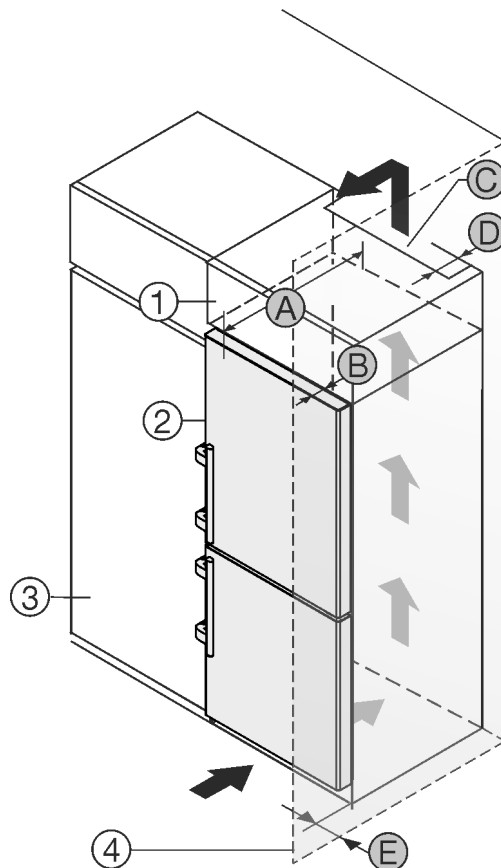

Fig. 2
- (1) Nadstavná skriňa\*
- (2) Zariadenie\*
- (3) Kuchynská skriňa\*
- (4) Stena\*
- (A) Hĺbka zariadenia\*
- (B) Hĺbka dverí\*
- (C) Prierez vetracieho otvoru\*
- (D) Vzdialenosť zadnej strany zariadenia\*
- (E) Vzdialenosť od boku zariadenia\*
Zariadenie môžete inštalovať priamo vedľa kuchynskej skrine *Fig. 2 (3)*.\*
Na zadnej strane nadstavnej skrine musí byť vetracia šachta s hĺbkou *Fig. 2 (D)* cez celú šírku nadstavnej skrine.\*
Pod stropom miestnosti sa musí dodržať prierez vetracieho otvoru *Fig. 2 (C)*.\*
Ak zariadenie nainštalujete so závesmi vedľa steny *Fig. 2 (4)*, tak vzdialenosť medzi zariadením a stenou musí byť minimálne 57 mm. To zodpovedá presahu držadla pri otvorených dverách.\*
Aby ste mohli dvere úplne otvoriť, zariadenie musí vyčnievať o hĺbku dverí *Fig. 2 (B)* prednej časti kuchynskej skrine. V závislosti od hĺbky kuchynských skrií *Fig. 2 (3)* a použitia dištančných držiakov na stenu môže zariadenie prečnievať ešte viac.\*